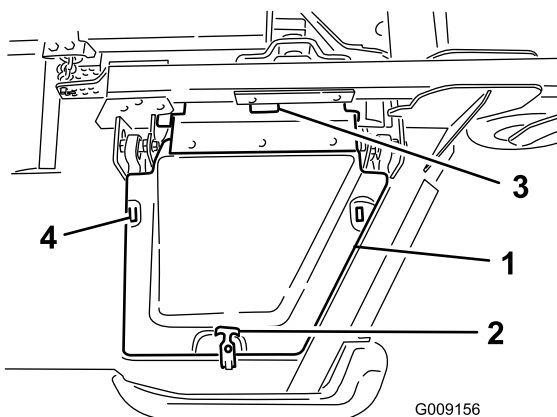

Рисунок 6
8. Установите крышку деки с крылом и закрепите посредством резинового фиксатора (Рисунок 6).